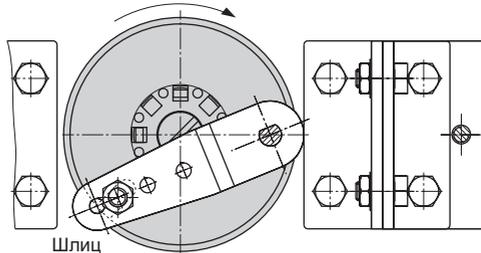

Рис. 5-20: Монтаж на поворотных приводах
- ➔ См. Рис. 5-20
1. Установите зажим следящего механизма (3) на шлицевой вал привода либо на адаптер (5).
2. Наденьте кулачковую муфту (4) плоской стороной к приводу на зажим следящего механизма (3). При этом выровняйте шлиц таким образом, чтобы он совпадал с направлением вращения при закрытом положении клапана по Рис. 5-20.
4. Закрепите оба нижних кронштейна (10.1) в зависимости от размера привода на корпусе привода углом внутрь или наружу. Установите и привинтите верхний кронштейн (10).
5. Установите соединительную плату (6) или кронштейн манометра (7) с манометром.
и Рис. 5-20
6. На рычаге М (1) позиционера выверните стандартный следящий штифт (2). Закрепите гладкий следящий штифт ($\varnothing 5$ мм) из монтажного комплекта в отверстии для положения штифта 90° .
7. Установите позиционер на верхний кронштейн (10) и привинтите. При этом выровняйте рычаг (1) таким образом, чтобы его следящий штифт с учётом направления вращения привода входил в зацепление с шлицем кулачковой муфты (4) (Рис. 5-20). Рычаг (1) при половинном угле вращения поворотного привода в любом случае должен располагаться параллельно продольной стороне позиционера.